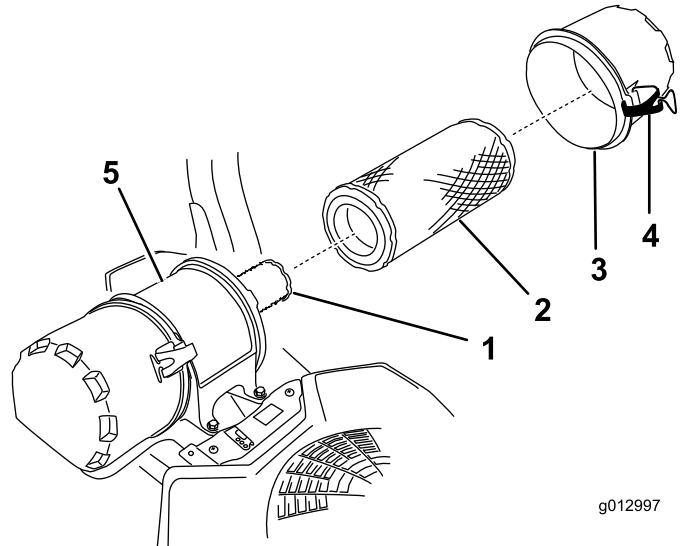

Figure 37
6. Ouvrez les dispositifs de verrouillage du filtre à air et détachez le couvercle du boîtier du filtre (Figure 37).
8. Sortez le préfiltre du boîtier du filtre avec précaution (Figure 37).
2. Si vous remplacez l'élément de sécurité, glissez-le avec précaution dans le boîtier du filtre (Figure 37).
3. Placez ensuite le préfiltre sur l'élément de sécurité avec le même soin (Figure 37).
4. Remettez en place et verrouillez le couvercle du filtre à air (Figure 37).